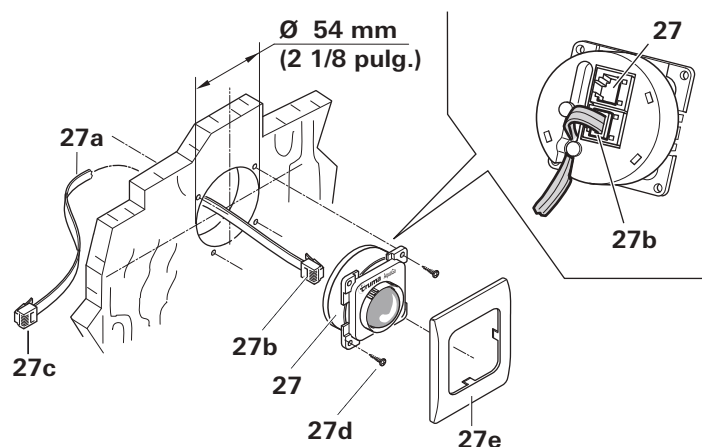

Fig. 17
- Instale el panel de control (Fig. 17 – 27) donde pueda verse fácilmente.
- Inserte el conector (27b) en el panel de control (27) hasta que encaje en su sitio.